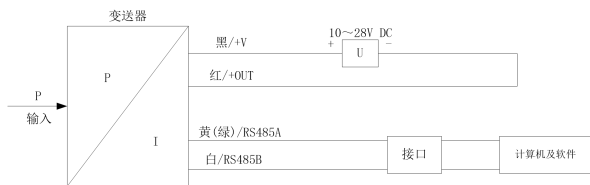

图 8
b) 两线制 4mA~20mA DC 及 RS485 通讯(调校)的电气连接见图 8。